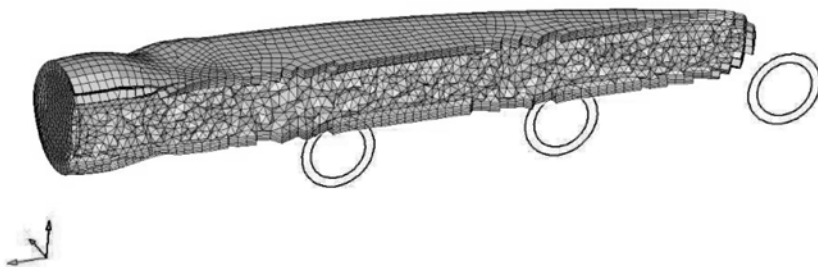

图 5-150 取消 clip boundary elements 选项结果
(5) 左击图形区中的切割平面所在处，按住鼠标左键并拖动鼠标，可观察到切割平面跟随移动了。
(6) 取消 clip boundary elements 选项并单击 show plot 按钮，网格如图 5-150 所示。